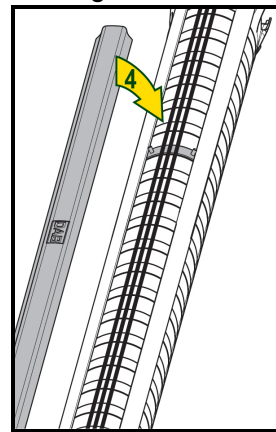

Fig.2
2. Posez les câbles du moteur (Fig2).
3. Posez le conduit sur les câbles (Fig2).